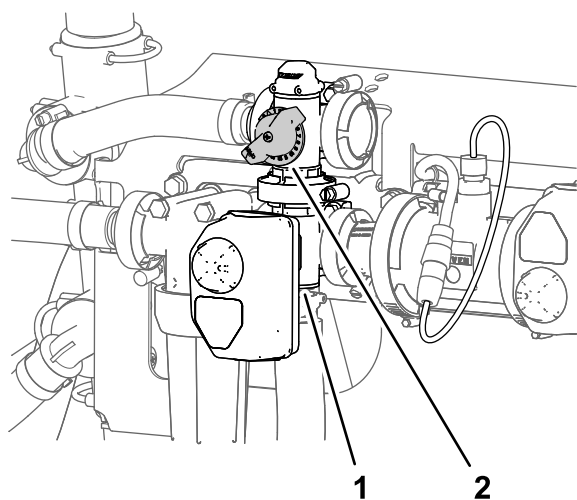

図 29
11. 攪拌バルブの背面についている攪拌バイパスバルブ **図 29** を使って、水圧計の読みシステム水圧が 6.89 bar 7 kg/cm² = 100 psiになるように調整する。